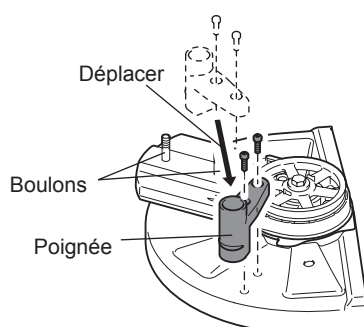

Fig. 5
- Remettez la poignée en place. (Fig. 5)